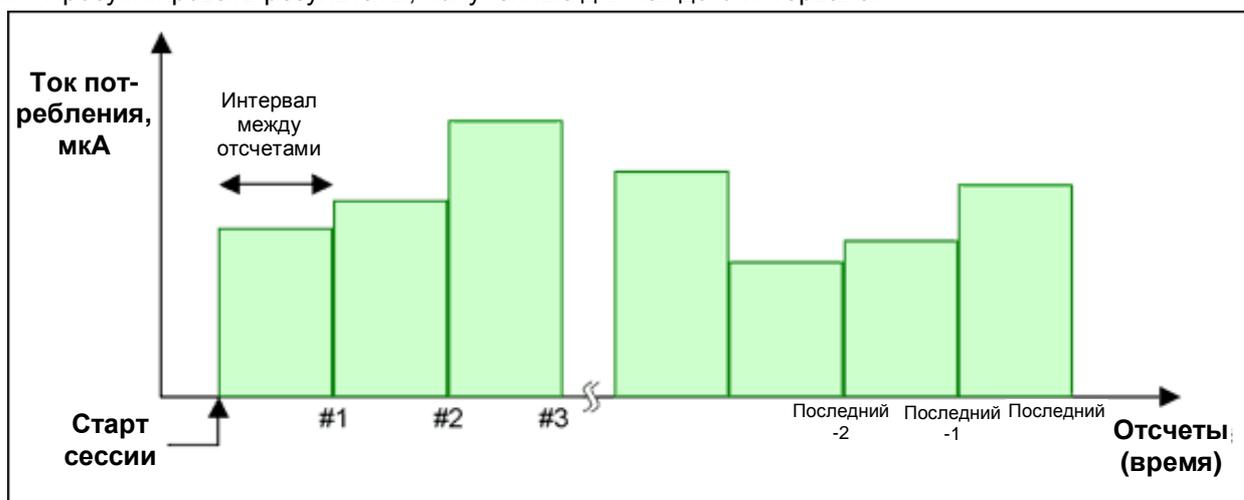

Рис.2. Предполагаемый ток потребления в течение интервала выборки
2. Определить постоянный ток потребления при этой температуре и умножить его на продолжительность интервала между отсчетами (Рис. 2). Полученное значение является энергией, затраченной на работу Часов Реального Времени и потерянной из-за саморазряда.
Как можно видеть из рис. 2, ток потребления в течение интервала предполагается постоянным. Математически такой метод эквивалентен методу оценки интегралов/площадей с помощью правых прямоугольников (высоты определяются крайними правыми точками интервалов). Существуют и другие методы интегральных оценок, такие, как использование среднего значения из двух соседних отсчетов (средней точки), способ трапеций, правило Симпсона, которые дают более точные результаты. Сумма положительных и отрицательных погрешностей, вызываемых методом прямоугольников, стремится в среднем к нулю, если температура колеблется возле одного и того же значения. Поэтому, в данном случае выбран этот простой метод.